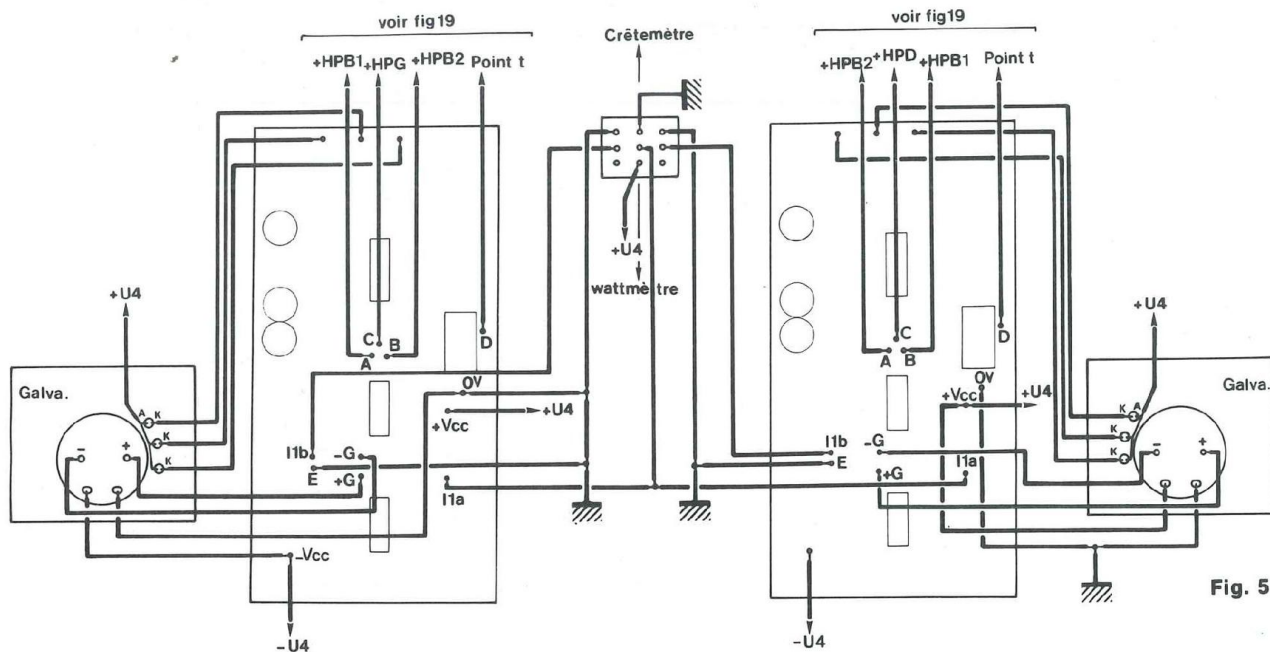

Fig. 5
+ C11 du bloc1 et enfin (D) sur le - C11 du bloc2. Rien de bien compliqué, non ? C'est encore plus facile lorsque l'on se reporte au plan d'interconnexions de la figure 5 qui comprend tout l'environnement extérieur aux circuits eux-mêmes. Nous allons enfin pouvoir nous intéresser maintenant au coffret et à sa réalisation.